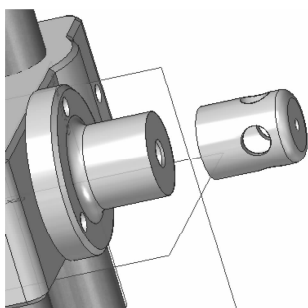

图 8-228 轴对齐装配
(6) 在上方的【装配】命令条中选择【解除锁定旋转】按钮，单击如图 8-227 所示的位置进行【轴对齐】装配，单击【翻转】后，装配如图 8-228 所示。